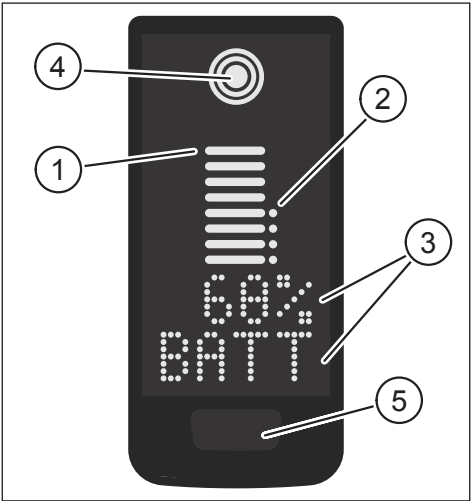
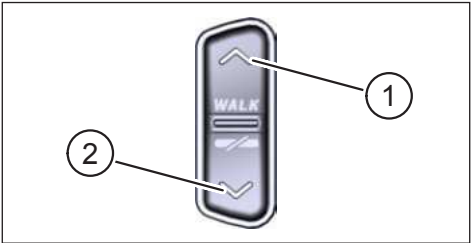

Fig. 1: Elementos de funcionamiento y presentación en la Display
Fig. 2: Elementos de control del Remote
Pos. en Fig. 1	Descripción
Pos. en Fig. 2	Descripción
- ▶ Mantenga pulsado el botón de control del Display (Pos. 5 en Fig. 1) y el botón de control ABAJO Remote (Pos. 2 en Fig. 2) durante al menos 5 s.
- Pulse **double clic** el botón de control de la Display (Pos. 5 en Fig. 1) para pasar a la siguiente vista de Display.